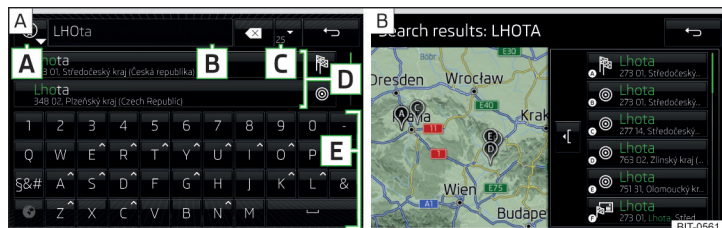

Fig. 227 Buscar destino: Menú principal / Lista de los destinos seleccionados
Durante la introducción se visualizan los destinos en el área  » fig. 227, los cuales corresponden mejor a las pautas.
Descripción de las superficies funcionales » fig. 227
-  - Visualización de una lista con destinos seleccionados según el símbolo introducido » fig. 227 - **B**
- **Buscar** - Búsqueda del destino / destino especial » fig. 227
- Para **visualizar la lista** de los destinos seleccionados » fig. 227 - **B**, pulsar la superficie funcional .
En el menú para la búsqueda del destino en el área [D] » fig. 227 de la pág. 190 se visualiza una lista corta de los últimos destinos.